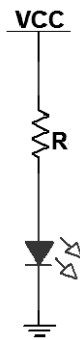
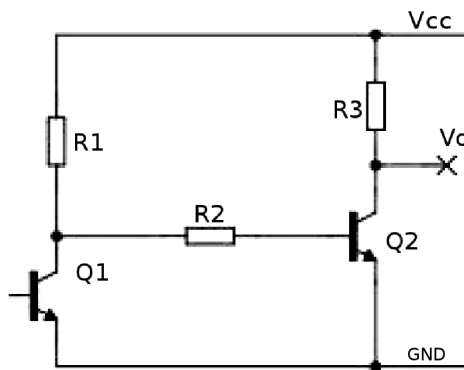

Figura 84: Circuito básico de polarização direta de LED infravermelho
Figura 85: Circuito com fototransistor
- Calcule o valor do resistor  $R$  para polarizar o LED infravermelho (do circuito apresentado na Figura 84) com uma corrente de 20mA. Utilize o valor comercial mais próximo (ou associe resistores);
- Monte e verifique o funcionamento do circuito apresentado na Figura 84.
- Monte e verifique o funcionamento do circuito apresentado na Figura 85, utilizando o circuito apresentado na Figura 84.
- Modifique o circuito apresentado na Figura 85 para que este possa acionar um relé. Desenhe o esquemático do circuito.